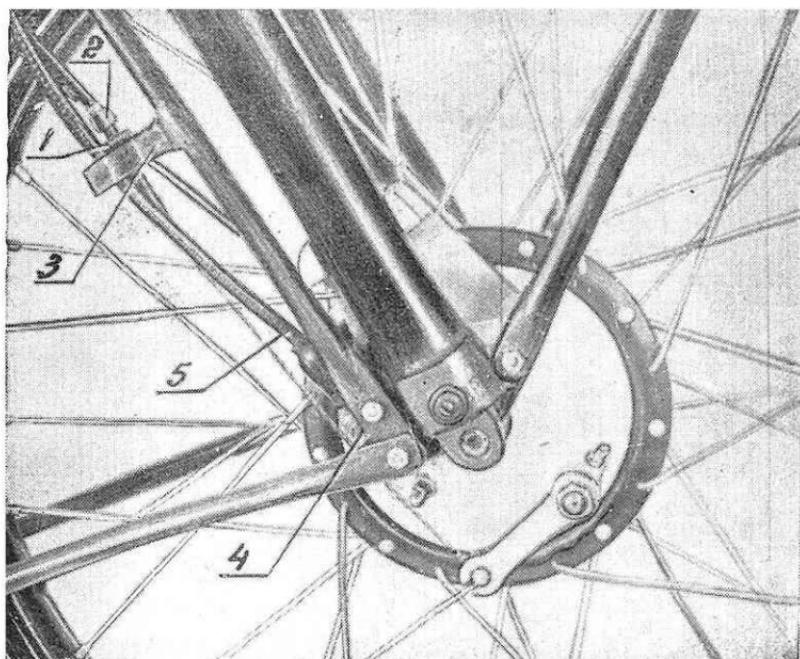

Рис. 29.
Чтобы снять переднее колесо (рис. 29 и 30), необходимо отвернуть контргайку (1) до головки регулировочного винта (2), затем регулировочный винт ввернуть до конца в кронштейн (3), соединив паз на регулировочном болте, контргайке и кронштейне, после чего вывести трос переднего тормоза.